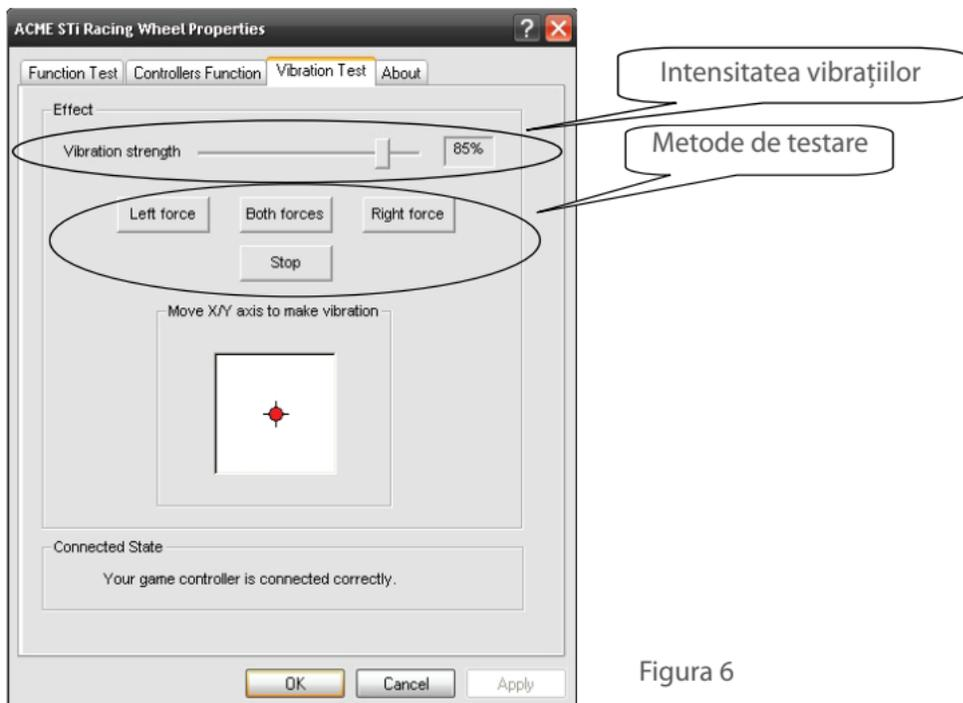

Figura 6
- Intensitatea vibrațiilor poate fi reglată la diferite grade, așa cum este prezentat mai jos. (Consultați Figura 6 „Intensitatea vibrațiilor”)
- Metode de testare a motorului (consultați Figura 6)